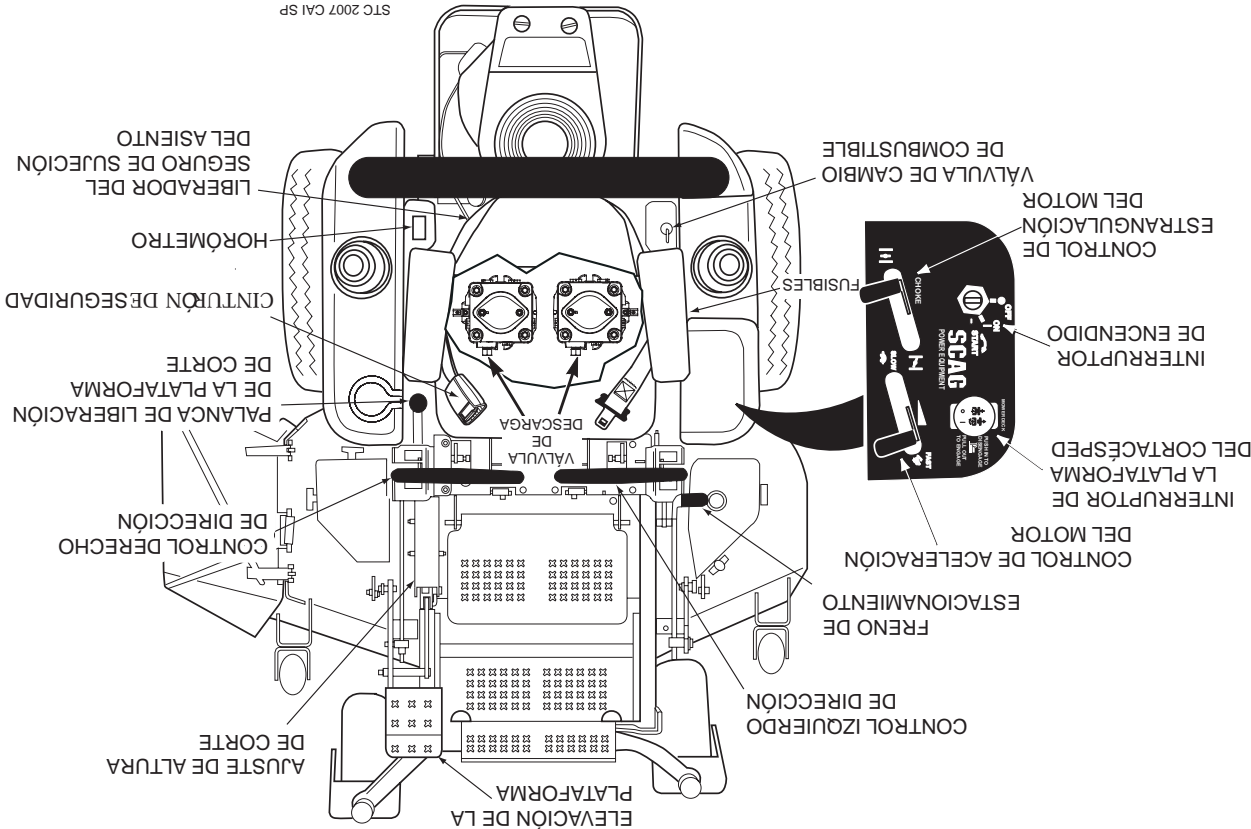

Figura 4-1. Controles e Instrumentos
6. **Portafusibles (Figura 4-1).** Dos fusibles de 20 Amperios protegen el sistema eléctrico del cortacésped. Para reemplazar los fusibles, retire el fusible del zócalo e instale uno nuevo.
7. **Control izquierdo de dirección (Figura 4-1).** Usado para controlar la rueda izquierda del cortacésped al avanzar hacia adelante o en reversa.
8. **Control derecho de dirección (Figura 4-1).** Usado para controlar la rueda derecha del cortacésped al avanzar hacia adelante o en reversa.
9. **Control del freno de estacionamiento (Figura 4-1).** Usado para accionar y desconectar los frenos de estacionamiento. Tire de la palanca para accionar los frenos de estacionamiento. Presione la palanca para desconectar los frenos de estacionamiento.
10. **Válvula de intercambio de combustible (Figura 4-1).** Ubicada en el lado izquierdo de la máquina. Usada para cortar el suministro del combustible al motor y cambiar la alimentación de combustible entre tanques. Gire la válvula en contra del sentido de las agujas del reloj para suministrar combustible solamente del tanque del lado izquierdo. Gire la válvula en el sentido de las agujas del reloj para suministrar combustible solamente del tanque del lado derecho.
12. **Palanca de pie de elevación de la plataforma (Figura 4-1).** Usada para levantar y bajar la plataforma de corte. Empuje completamente hacia adelante para trabar en la posición de transporte.
13. **Ajuste de la altura de corte (Figura 4-1).** Usado para poner la plataforma de corte en la altura de corte deseada.
14. **Palanca de liberación de la plataforma (Figura 4-1).** Usada para trabar la plataforma de corte en la posición de transporte. Para corte normal, empuje el pedal hacia adelante y tire de la palanca de desenganche de modo de soltar la plataforma de corte.
15. **Cinturón de seguridad (Figura 4-1).** Usado para asegurar al operador. El cinturón de seguridad debe usarse siempre que el ROPS esté en posición vertical y bloqueado.
16. **Seguro de liberación de la sujeción del asiento (Figura 4-1).** Ubicado detrás del asiento. Utilizado para asegurar el asiento en la posición del operador. Libere el seguro para tener acceso a la parte inferior del asiento.
1. Interruptor de encendido (Figura 4-1). El interruptor de encendido se usa para arrancar el motor y tiene tres posiciones: OFF, ON y START.
2. Interruptor de la plataforma del cortacésped (Figura 4-1). Usado para accionar y desconectar el sistema de transmisión del cortacésped. Tire del interruptor para accionar la transmisión de plataforma. Presione el interruptor para desconectar la transmisión de plataforma.
3. Control de estrangulación del motor (Figura 4-1). Usado para controlar la velocidad de motor. Presione la palanca hacia abajo para aumentar la velocidad del motor. Tire de la palanca hacia atrás para disminuir la velocidad del motor. La posición completamente hacia atrás es la posición de MARCHA EN VACÍO. La posición de corte es la de más adelante.
4. Control de aceleración del motor (Figura 4-1). Usado para controlar la velocidad de motor. Presione la palanca hacia abajo para aumentar la velocidad del motor. Tire de la palanca hacia atrás para disminuir la velocidad del motor. La posición completamente hacia atrás es la posición de MARCHA EN VACÍO. La posición de corte es la de más adelante.
5. Horómetro (Figura 4-1). Indica el número de horas que ha operado el motor. Sólo opera cuando el motor está funcionando. Ha fijado los recordatorios para el mantenimiento del motor y los cambios de aceite del sistema hidráulico. El mantenimiento programado empezará a destellar 2 horas antes de la hora establecida y continuará destellando hasta 2 horas después. Reinicia automáticamente.